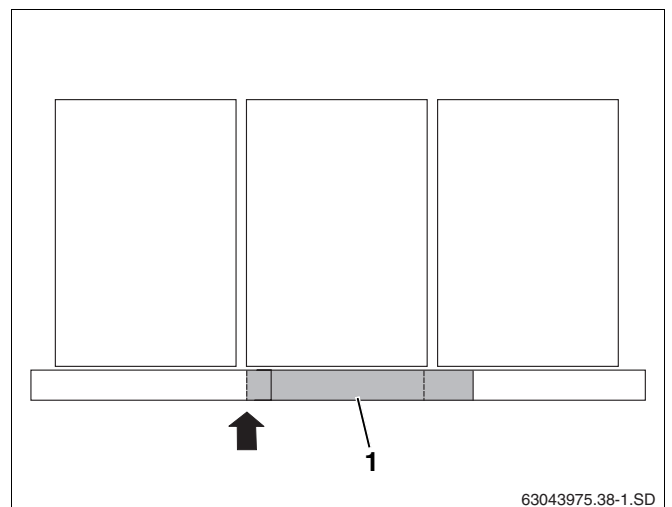

Fig. 44 Positionnement des tôles de recouvrement centrales avec capteurs verticaux
S'il y a plus de deux capteurs verticaux, les tôles de recouvrement centrales inférieures (fig. 44, **pos. 1**) sont nécessaires. Celles-ci doivent être alignées à gauche avec le capteur (flèche).